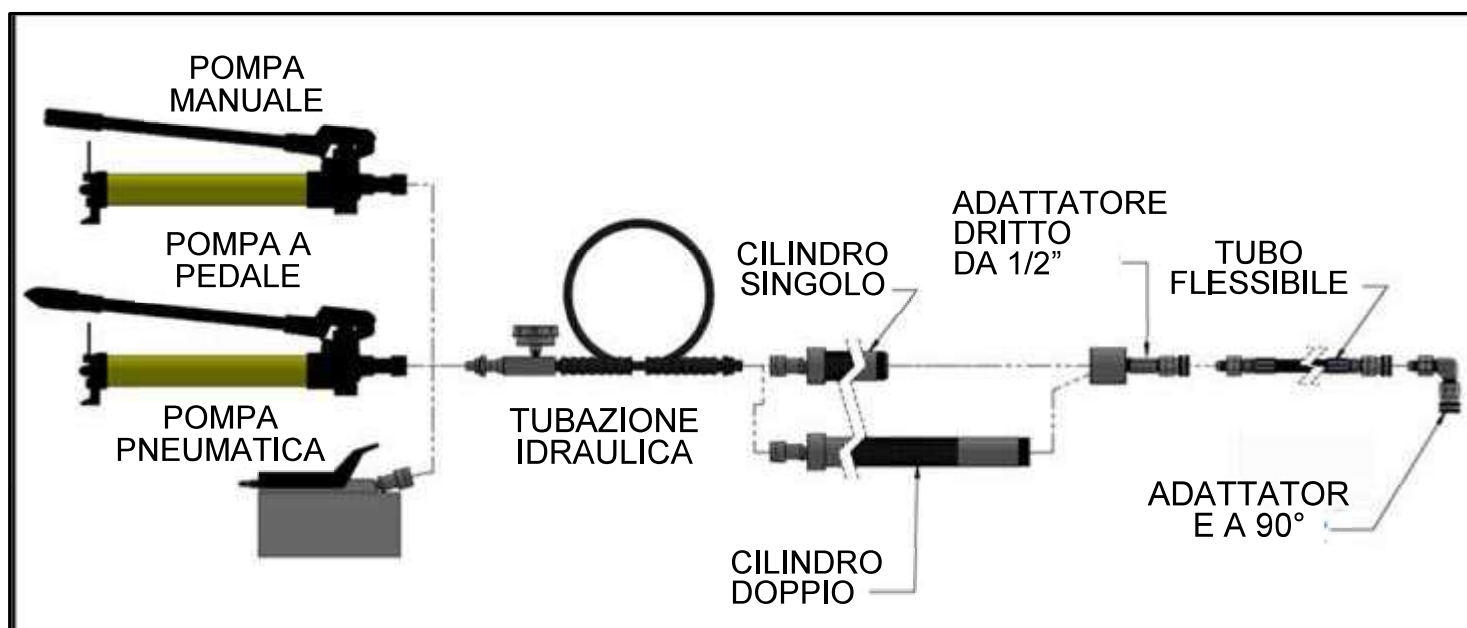

Figura 6
PLIDCO offre pompe idrauliche per sigillante con cilindri standard e cilindri lunghi. Sono disponibili tre varianti di pompa tra cui scegliere: pompa manuale, pompa a pedale e pompa pneumatica. Tutte utilizzano raccordi idraulici standard e sono intercambiabili tra loro. La Figura 6 mostra le diverse varianti delle pompe. Tutte le unità sono fornite in una valigetta Pelican® per lo stoccaggio tra un utilizzo e l'altro.
- 1.) La Figura 6 sopra mostra come assemblare le unità dopo averle rimosse dalla valigetta.